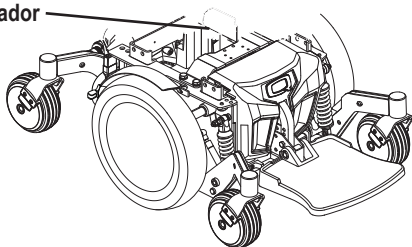

Figura 11. Pulsador del asiento de elevación eléctrica
1. Coloque la interfaz de placa del asiento sobre el pulsador. **Ver figura 11.**